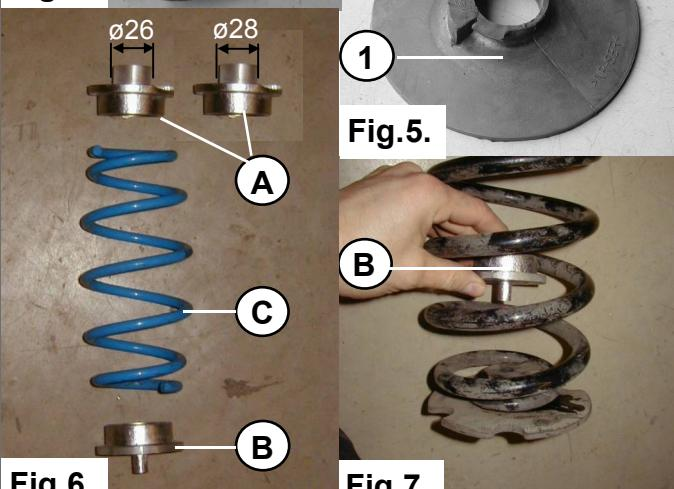

Fig.6.
- Messen Sie die log im oberen originale Federteller und montieren Sie das Größte Teller **A** das pass. Sehe fig. 6.
7. Mesurez le trou se trouvant dans la coupelle supérieure d'origine et déterminez la coupelle supérieure **A** à même de se loger dans le trou. Voir fig. 6. Placez ainsi la plus grande coupelle supérieure possible.
7. Mät bilens original övre fjädersäte och montera sedan det största fjädersätet **A**. Se fig 6.